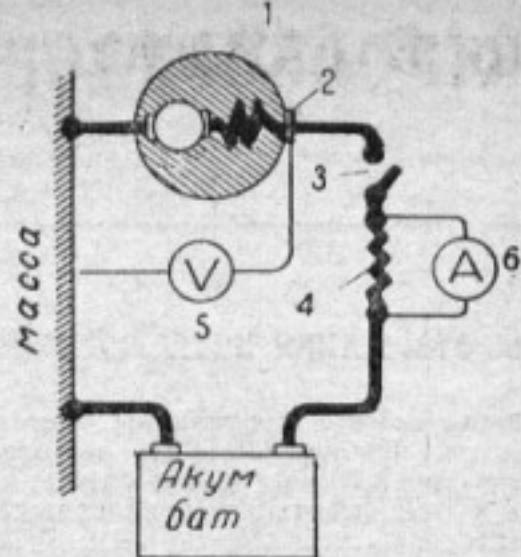

Рис. 3. Схема включения электроизмерительных приборов при испытании стартера.
**2. Определение холостого хода стартера.** Для этого требуются те же электроизмерительные приборы и кроме того тахометр до 5 000 об/мин. Тормозной рычаг с ведущей шестерней стартера при этом испытании должен быть снят. Схема включения приборов дана на рис. 3.